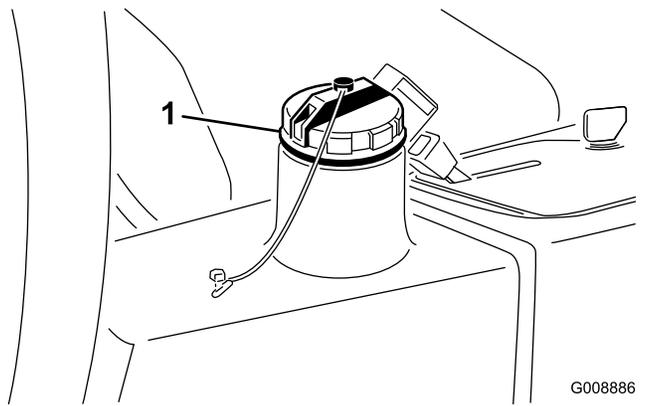

図 76
4. 油圧オイルタンク 図 76に約 13.2 リットルの油圧オイルを入れる。油圧システムを点検する (ページ 31)を参照。